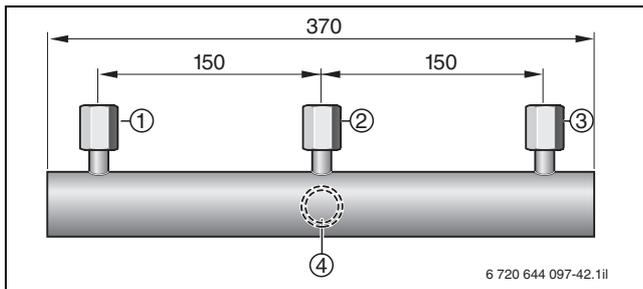

Bild 48 Armaturenbalken; Bestandteil der Kessel-Sicherheits-Armaturengruppe für die Ecostream-Gussheizkessel Logano GE515 und GE615 (→ Bild 44 – Bild 47)
- 2 Armaturenbalken (→ Bild 48)
| 2 | Armaturenbalken (→ Bild 48) | 8 | Wassermangelsicherung (→ Tabelle 34, Seite 61) |
| 2 | Armaturenbalken (→ Bild 48, Seite 65) | 8 | Wassermangelsicherung (→ Tabelle 34, Seite 61) |